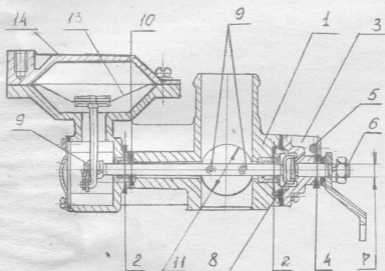

Рис. 1. Дозатор газа в сборе
2. Вывернуть штуцера 3,6 (рис. 1) из корпуса смесителя 1 и снять прокладки 4. (Головка сменная 17 мм, ключ).